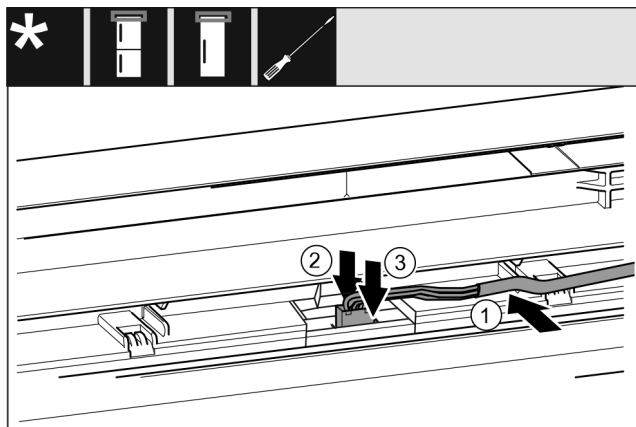

Fig. 54 Réfrigérateurs-congérateurs / congérateurs / réfrigérateurs*
- ▶ Insérer le câble Fig. 54 (1) dans le guide de la porte supérieure.*
- ▶ Pousser l'ergot Fig. 54 (2) vers l'arrière.*
- ▶ Enclencher le connecteur Fig. 54 (3).*